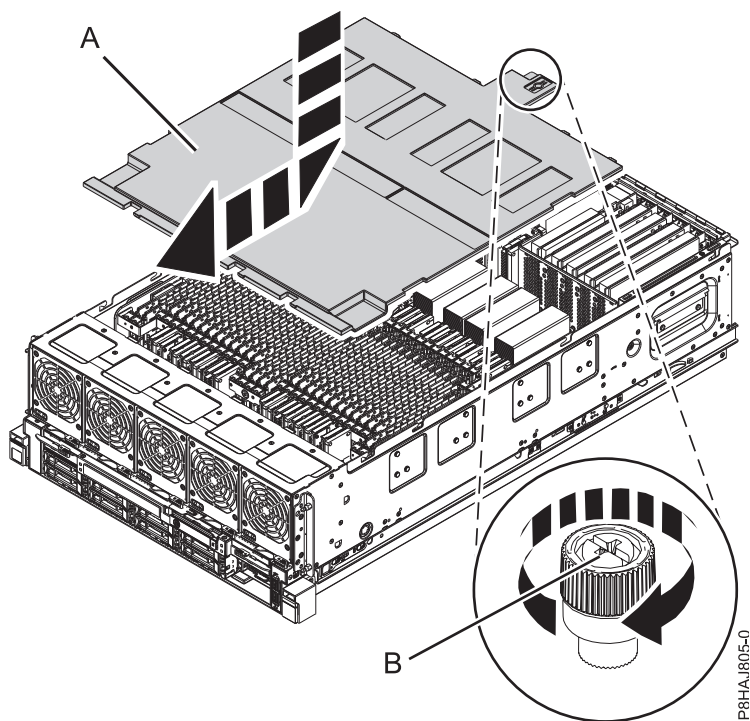

Figura 32. Substituir a tampa de segurança
2. Faça deslizar a tampa de segurança (A) em direcção ao chassis.
3. Aperte o parafuso de aperto manual (B) ao rodá-lo na direcção apresentada na Figura 32 na página 56 para fixar a tampa de segurança ao chassis.